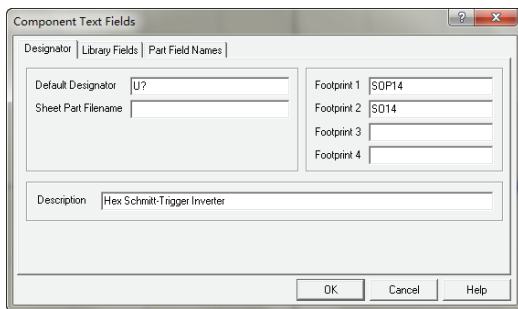

图 3-85 “Component Text Fields”对话框
11) 最后还需要设置一下元器件的描述特性，在元器件管理器中选中该元器件，然后单击“Description”按钮，系统将弹出如图 3-85 所示的“Component Text Fields (元器件文本域设置)”对话框。此时可以设置默认流水号，元器件封装形式，以及其他相关的描述。